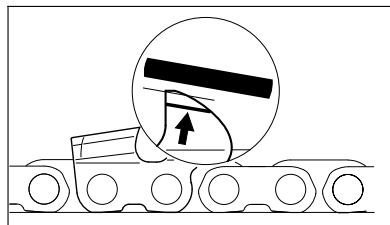

Рис. 69
- В заключение дополнительно опилить ограничитель глубины резки под наклоном, параллельно нанесенной сервисной маркировке (см. стрелку на рис. 69) – при этом, следить за тем, чтобы не сместить назад наивысшую точку ограничителя глубины.